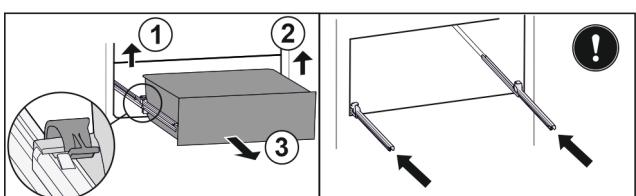

Fig. 41
- Приподнимите левый зажим и одновременно вытяните движением вперед выдвижной ящик слева. Fig. 41 (1)
- Приподнимите правый зажим и одновременно вытяните движением вперед выдвижной ящик справа. Fig. 41 (2)
- Извлеките выдвижной ящик движением вперед. Fig. 41 (3)